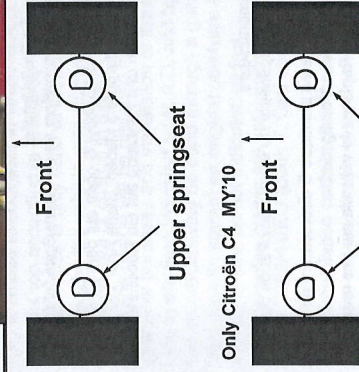

Fig. 2
5. Draai de veer totdat de zichtbare opening van de bovenste veerschotel staat volgens fig 2 en 3.